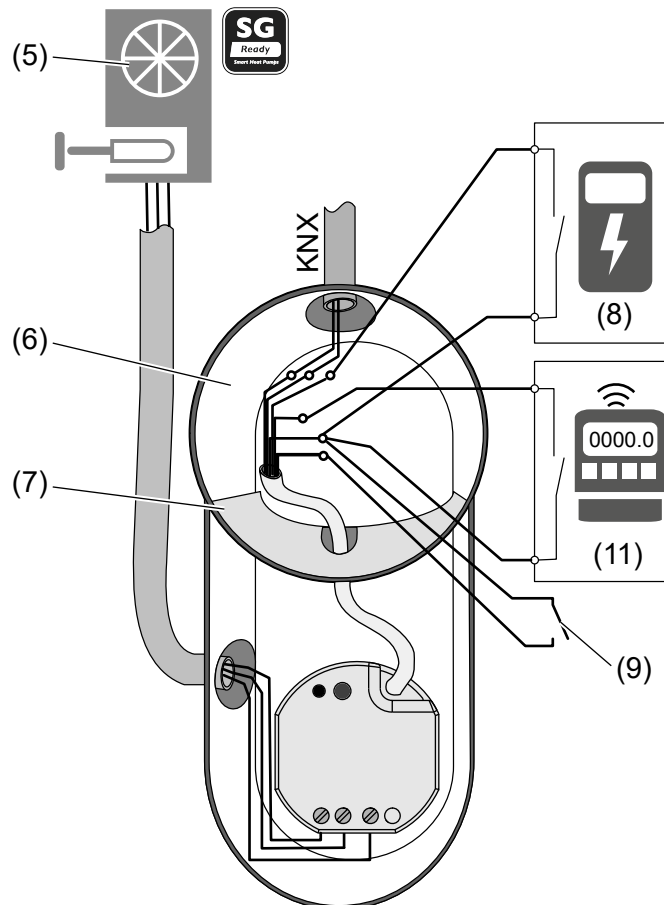

Bild 5: Anschlussbeispiel Anwendung 3
- Potentialfreien Kontakt eines Wechselrichters ohne Smart Grid Ready Schnittstelle (8) an **E1** und **COM** anschließen (siehe Bild 5).
- Potentialfreien Kontakt eines Smart Meters (10) an **E2** und **COM** anschließen (siehe Bild 5).
- Potentialfreien Kontakt (9) an **E3** und **COM** anschließen (siehe Bild 5).
- Gerät montieren (siehe Bild 5).